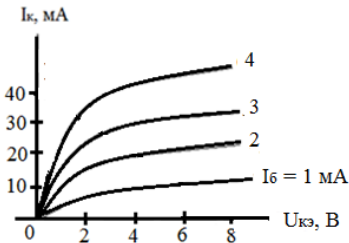

Рис. 2.13
13. Найти зону безопасной работы БТ (рис. 2.13).